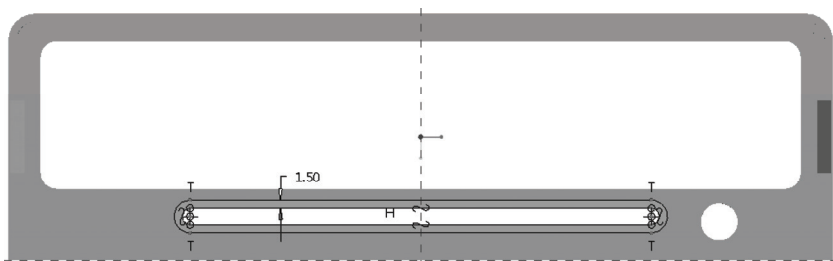

图 12-52 绘制截面
- 4) 绘制图 12-52 所示的截面, 单击 (确定) 按钮。